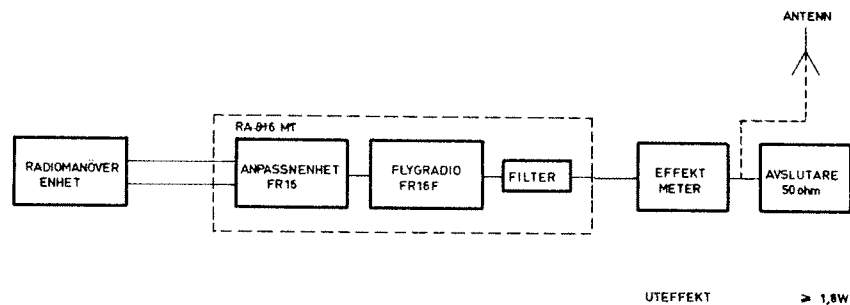

Bild 11
- Anslut effektmeteren och eventuellt en avslutare till RA 816 enligt bild 11.